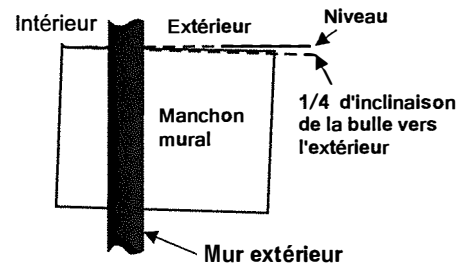

Fig 4 Inclinaison adéquate du manchon
- Une petite pente d'écoulement à partir du côté intérieur vers l'extérieur, tel que démontré en (fig 4)